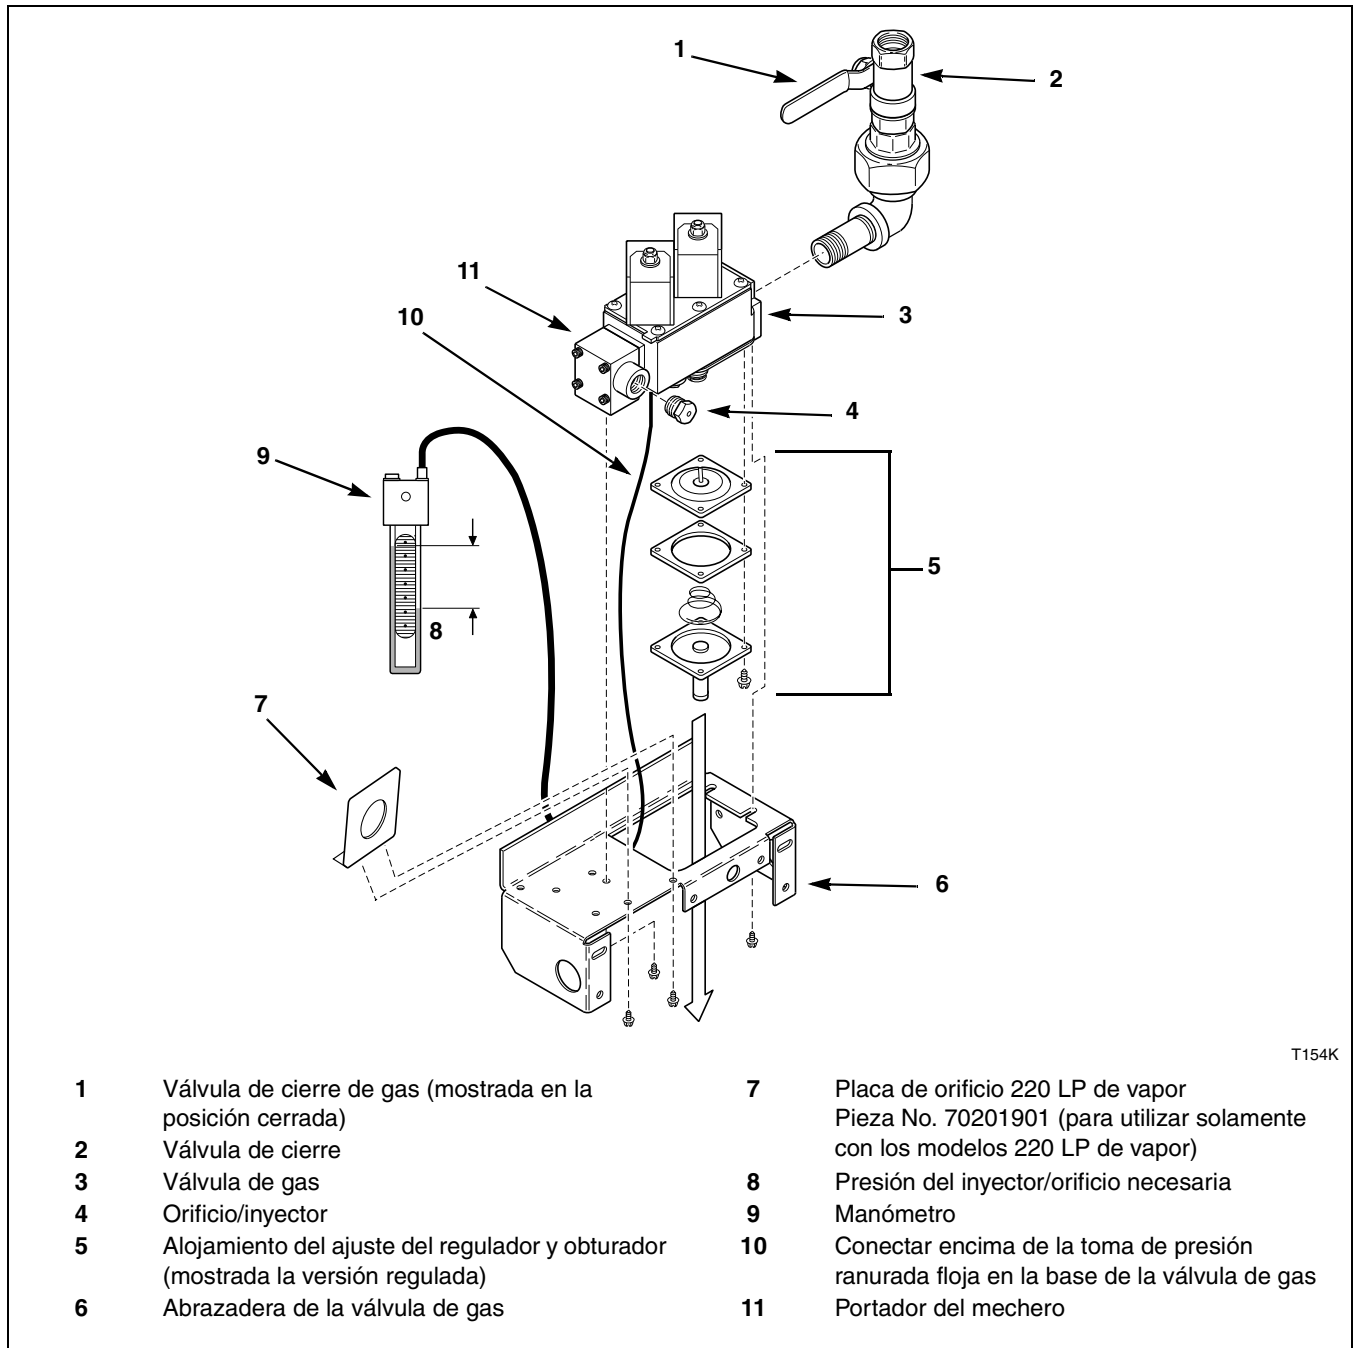

Figura 7
1. Desconecte la corriente eléctrica de la secadora. Cierre la válvula de cierre de gas de la secadora. Consulte la *Figura 7*.
4. Para los modelos 220 de vapor, Gas LP solamente. Instale la placa de orificio de 220 LP de vapor (Pieza No. 70201901) en la abrazadera de la válvula de gas. Consulte la *Figura 7*.
Retire el conjunto de portador de mechero de la válvula de gas y retire la abertura del quemador del portador de mechero. Consulte la *Figura 7*.
4. Vuelva a instalar el conjunto de portador de mechero en la válvula de gas, asegurándose de que el orificio esté alineado con la abertura del tubo del quemador, y la empaquetadura de la brida esté colocada en la muesca de la brida. Consulte la *Figura 7* o *Figura 8*.
1. Compruebe la presión del inyector de gas (conducto colector) como se indica a continuación. Consulte la *Figura 7*.
1. Desconecte la corriente eléctrica de la secadora. Cierre la válvula de cierre de gas de la secadora. Consulte la *Figura 6* y *Figura 7*.